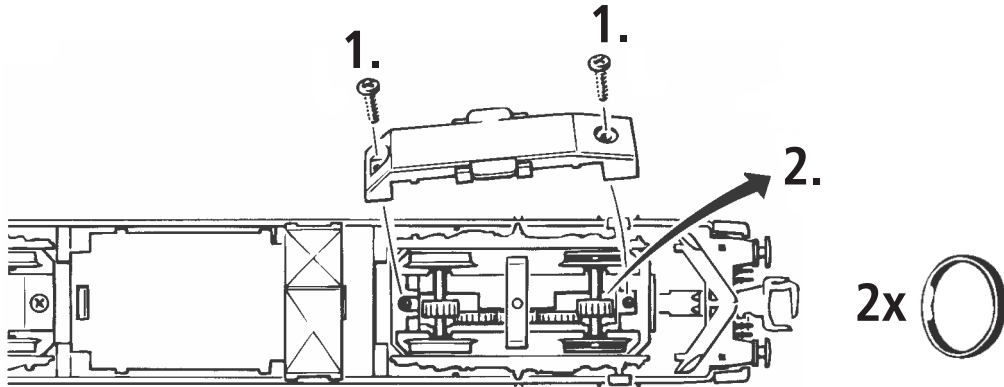
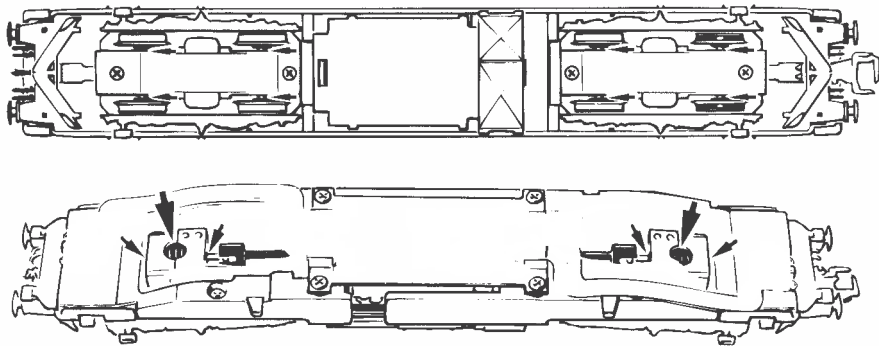
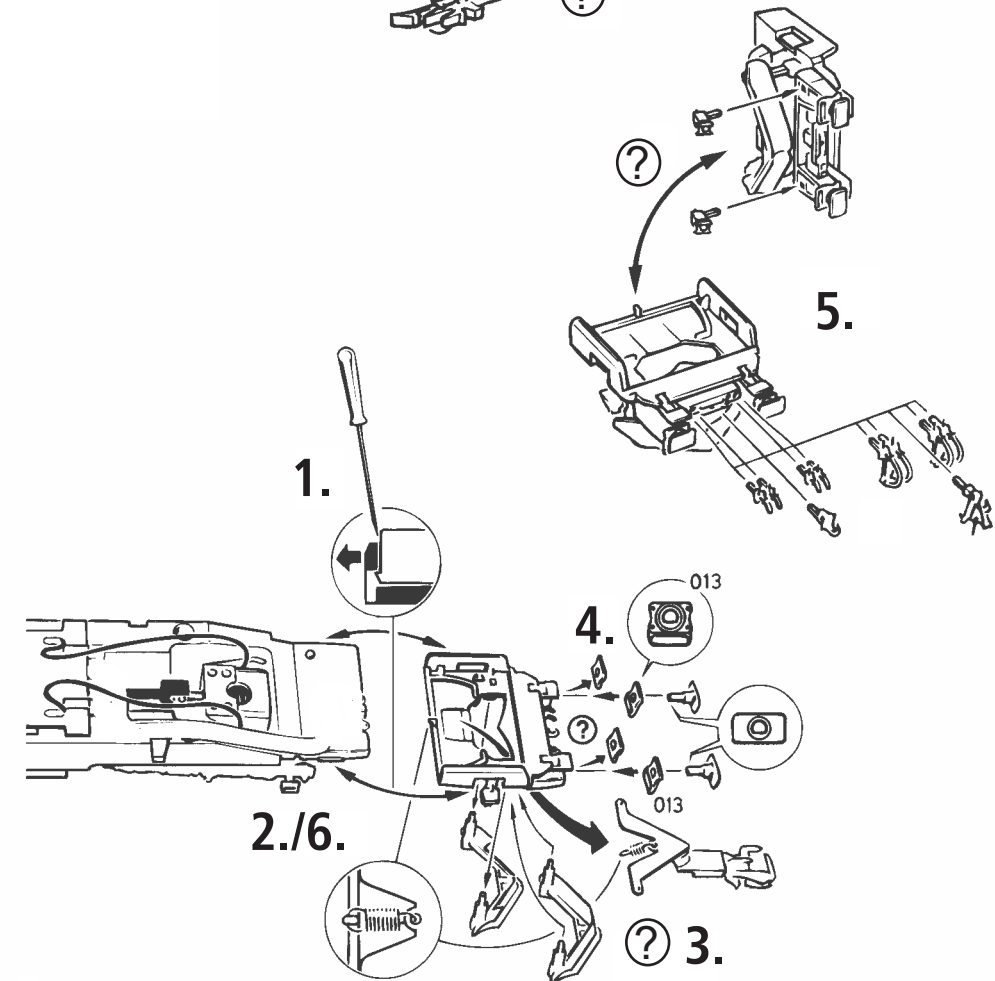

Fig. 7
Fig. 8
Fig. 3
2. Schmierung: Versehen Sie die im Schmierplan in Fig. 7 gekennzeichneten Stellen mit nur **kleinen Öltropfen**. Dazu zuerst das Lokgehäuse abnehmen (Fig. 3). Wir empfehlen den **ROCO Öler Art.-Nr. 10906**. Fürs Schmieren der Getriebeteile (Zahnräder, Schnecke) empfehlen wir das **ROCO-Spezialfett Art.-Nr. 10905**. Im Falle der Schmierung diese Teile **nicht ölen**.
Mehrzugbetrieb: Zuerst Lokgehäuse abnehmen (Fig. 3). Danach den Brückenstecker aus der Schnittstelle entfernen (diesen sorgsam aufbewahren). Danach den Stecker des Decoders lagegerecht einsetzen (Fig. 4).
4. Motorwechsel: Lokgehäuse abnehmen (Fig. 3). Danach wird der Motor ausgebaut und ausgetauscht (Fig. 8).
2. Lubrication: Apply **tiny oil drops** to spots marked in fig. 7. Prior to lubrication dismantle locomotive (fig. 3). We recommend using item no. **10906, Roco oiler**. For lubrication the gearparts (e.g. cogwheels, worm) we would recommend our Roco **special grease** (item no. **10905**).
4. Motor Changing: First remove loco body (fig. 3), and then the motor (fig. 8).
2. Graissage: N'appliquez **qu'une tout petite goutte** aux endroits indiqués par le plan de graissage (fig. 7) après avoir démonté la caisse de la locomotive (fig. 3). Nous vous recommandons **le graisseur à huile Roco réf. 10906**. Pour graisser les engrenages (roues dentées, vis sans fin) nous vous conseillons la **graisse spéciale Roco réf. 10905** pour engrenages en matières synthétiques. Lorsque vous utilisez cette graisse il faut éviter d'huiler ces composants.
4. Remplacement du moteur: Démontez la caisse (fig. 3). Démontez ensuite le moteur (fig. 8).
1. siehe } Fig.3
1. siehe see voir } Fig.3